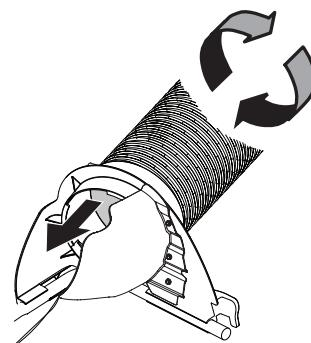

Figura 23
1. Enrosque el extremo superior de la manguera (764-05082) firmemente en el soporte del canal superior. Hay dos lengüetas en la parte inferior baja del soporte del canal superior que permiten un enroscamiento seguro. Consulte la Figura 23.